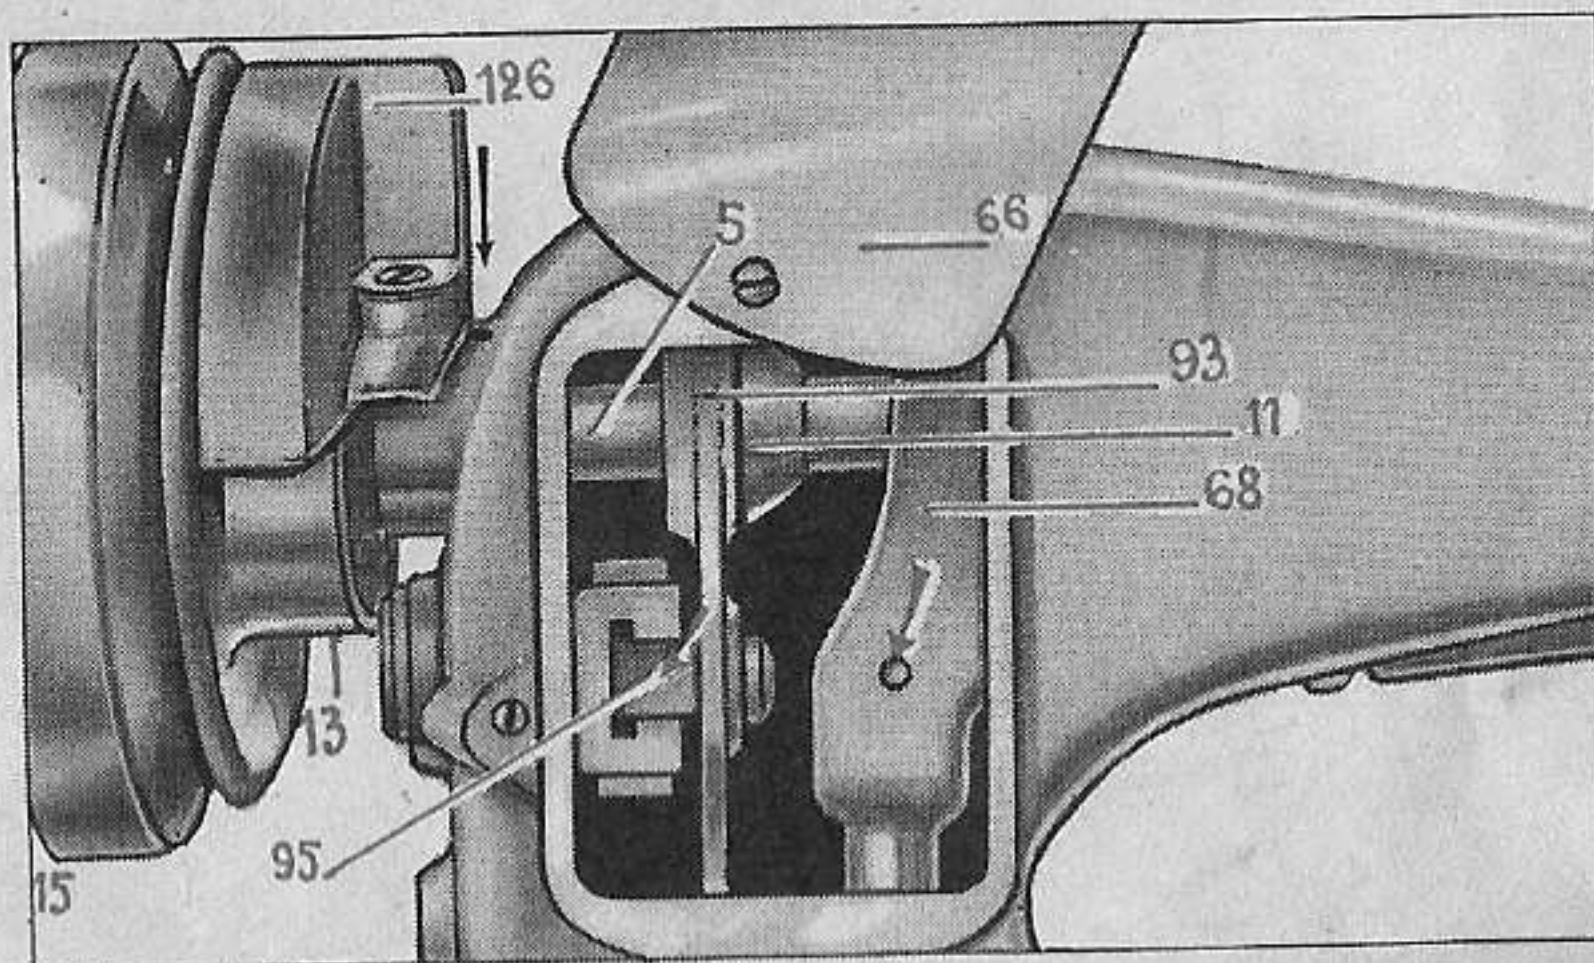

Fig. 11
Vers l'arrière, (fig. 11) desserrer la vis de blocage et relever le disque (66) de recouvrement du mécanisme pour verser quelques gouttes d'huile sur le galet carré (95) du règle-point, puis sur le balancier (68) en appuyant le bec de la burette dans le petit trou ébauché sur cette pièce ; de là, l'huile s'écoule le long du balancier et va graisser le pivot du bas.